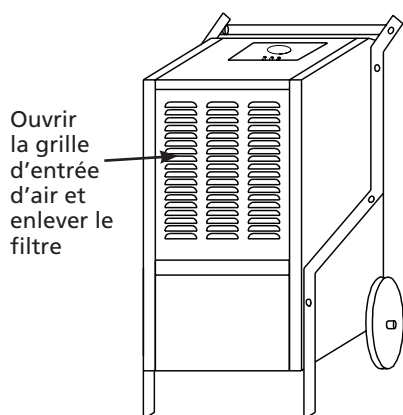

Figure 5 – Grille d'entrée d'air
1. Tirer la grille d'entrée d'air pour la retirer de l'avant de l'appareil et enlever le filtre. Voir la figure 5.